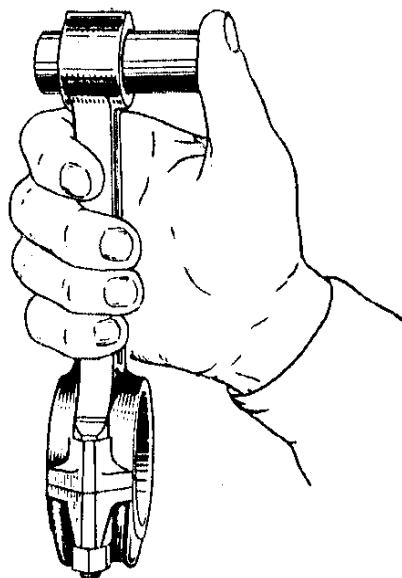

Рис.90. Подбор поршневого пальца к шатуну
- поршневой палец подобрать к шатуну, принадлежащему к той же или соседней группе в сторону увеличения зазора (табл.20). При температуре деталей 20 ± 3 °С слегка смазанный палец должен плотно входить в отверстие поршневой головки шатуна под действием большого пальца руки и перемещаться без заеданий (рис.90), а так же не выпадать из отверстия шатуна под действием собственного веса в течение не менее 2-х секунд.